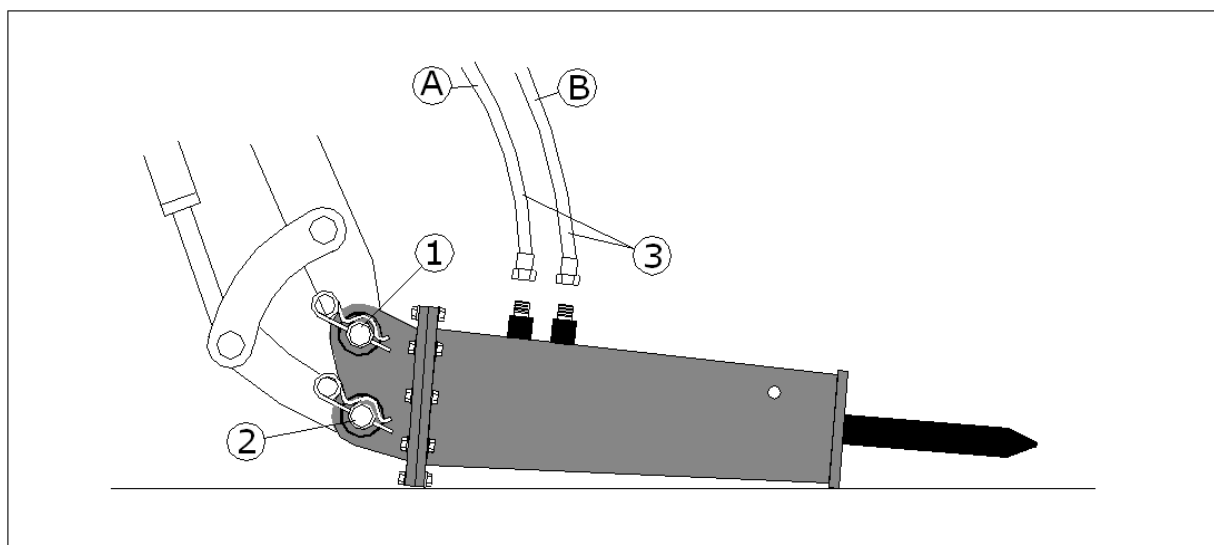

FIG. 8
1. Situar el martillo como esta indicado en la fig. 8. Bajar lentamente el brazo de la maquina hasta hacer coincidir el agujero del brazo con el agujero del soporte del martillo (1, fig. 8) e introducir el bulón de fijación , bloqueándolo con la consiguiente chaveta.
2. Mover la biela del brazo de la maquina hasta obtener el alineamiento del agujero entre la biela y el soporte del martillo (2, fig. 8), situar en su lugar el segundo bulón de fijación, fijándole con su chaveta.
- Envío un racor de 1/2" (A, fig. 8) - Descarga un racor de 3/4" (B, fig. 8).
- Envío un racor rápido de 3/4" (A, fig. 8) - Descarga un racor rápido de 1" (B, fig. 8).